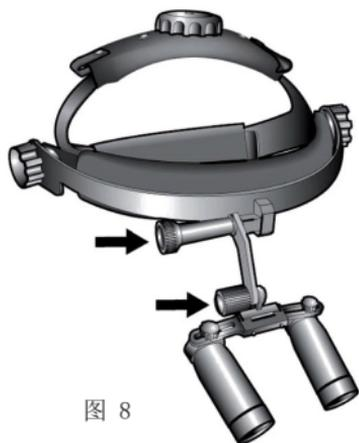

图 8
- 把望远镜置于您眼前大致正确的位置上。稍微松开两个调整旋钮，使望远镜能容易地移动。在竖直方向对准每个望远镜。（图 8）。